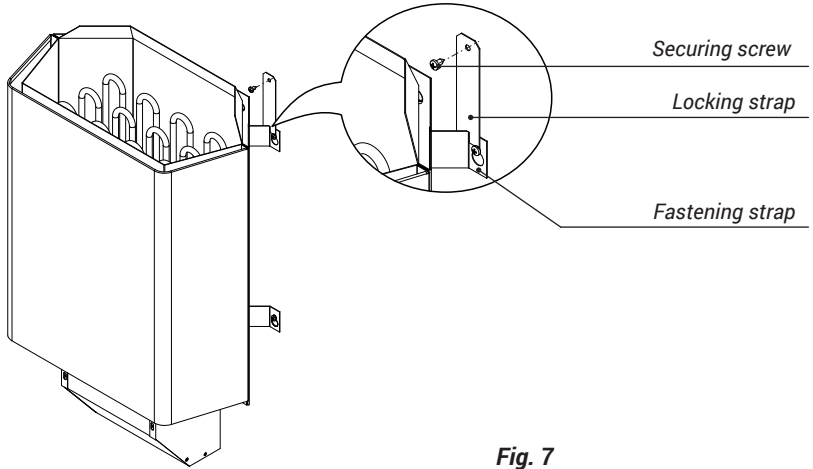

Fig. 7
- Anschließend das Saunaheizgerät durch montieren der Sicherungsglasche wie in Abb. 7 sichern.